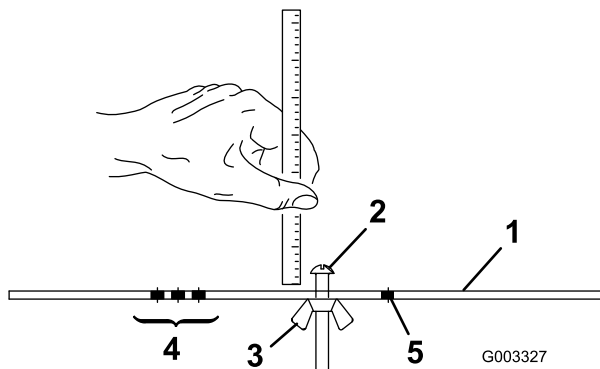

Bild 15
2. Lösen Sie die Mutter an der Messlehre (Bild 15) und stellen Sie die Einstellschraube auf die gewünschte Schnitthöhe ein. Der Abstand zwischen dem unteren Ende des Schraubenkopfs und der Stirnseite der Messlehre ist die Schnitthöhe.